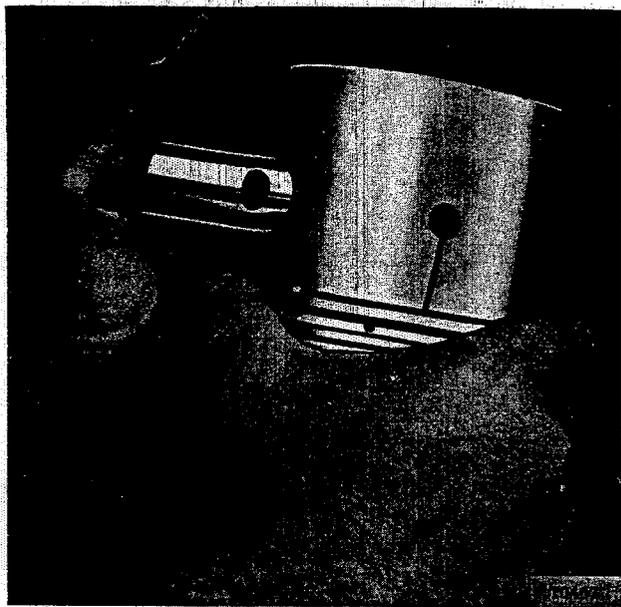

Fig. D-9 Einpassen des Pleuelbolzens
- Prüfe den Sitz des Kolbenbolzens. Die Bolzen weisen ein Einbauspiel von $.0001'' - .0003'' = 0,0025 \text{ bis } 0,0076 \text{ mm}$ auf, was bei Raumtemperatur einem leichten Daumendruck entspricht – siehe Fig. D-9. Die Kolbenbolzen werden im Pleuel von einer Sicherungsschraube gehalten. Der Einbau von Kolbenbolzen mit Übermass ist nicht zu empfehlen, denn die Erfahrung hat erbracht, dass, wenn ein Kolbenbolzen wegen Abnützungerscheinungen er-